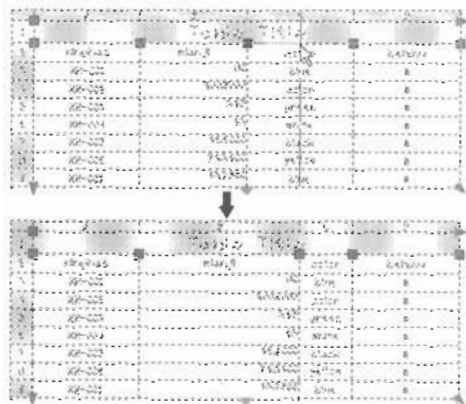

图 9-71
(2) 如图 9-71 所示，选中第 2 列右边的夹点，然后水平向右拖动夹点到合适的位置并单击鼠标左键，这样第 2 列就被拉宽，并致使第 3 列变窄，而表格的整体宽度不变。